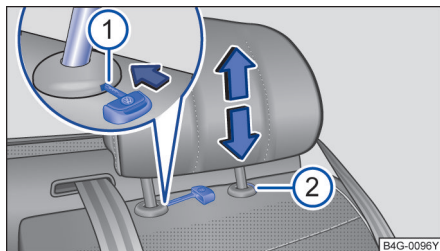

图 88 拆卸和安装后排头枕
- 将打开的汽车钥匙头或螺丝刀插入护套的槽内→图 88①。
- 同时按压按钮②，另一人将头枕完全拔出。